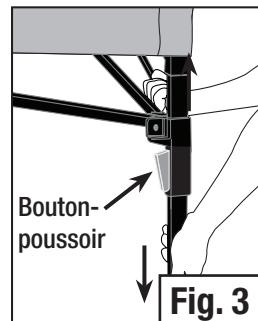

Fig. 3
- Tirez sur le bras coulissant situé dans la partie du haut du pied jusqu'à ce que le bouton-poussoir se mette en place d'un bruit sec. (Fig. 3)